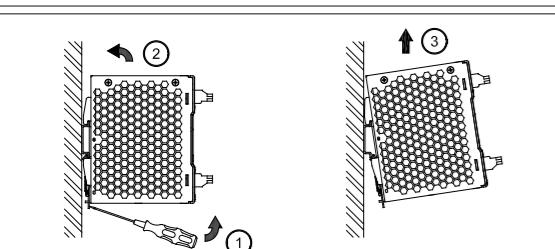

Figure 3
4. Demontage (Abb. 3)
Ziehen Sie zur Demontage den Einrasthebel mit einem Schraubendreher nach unten, wie in Abb. 3 dargestellt. Kippen Sie das Gerät in die entgegengesetzte Richtung nach oben, klicken Sie den Einrasthebel aus und nehmen Sie das Gerät nach oben von der DIN-Schiene ab.